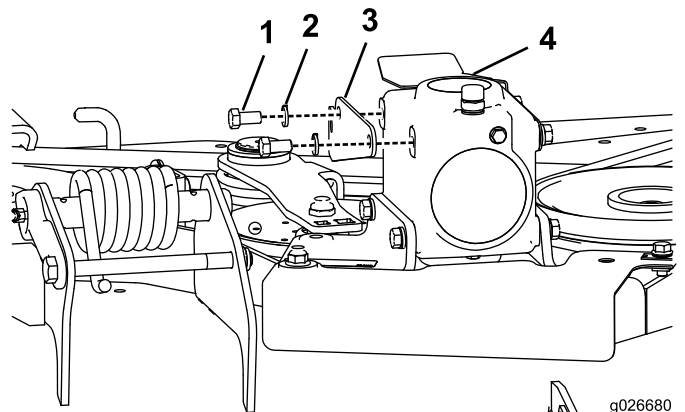

Figura 4
- Posizionate la staffa orientabile sugli ingranaggi, come illustrato in Figura 4.